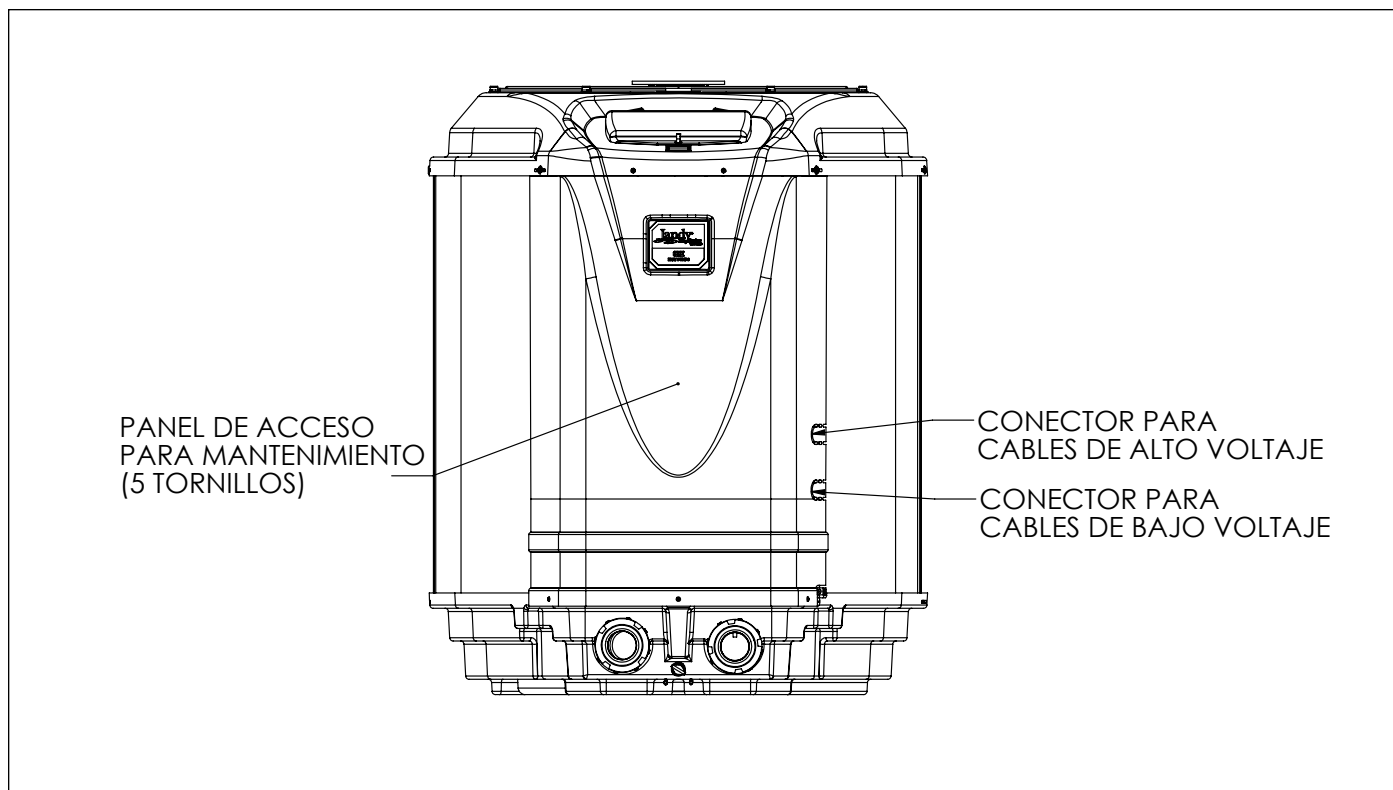

Figura 10. Vista delantera de la bomba de calor Jandy Pro serie JE
2. Retire los cinco (5) tornillos que sujetan el panel de servicio/acceso a la unidad de la bomba de calor (vea la Figura 10).
4. Las líneas de suministro eléctrico deben tenderse a través de conductos impermeables. Coloque los cables y el conducto por el disco removible designado para alto voltaje en el lado derecho de la bomba de calor. Conecte a la parte inferior de la caja terminal de metal laminado. Vea la Figura 10 para conocer la ubicación del disco removible.
2. Retire los tornillos que sujetan el panel de servicio/acceso a la unidad de la bomba de calor y la cubierta de la caja terminal (vea la Figura 10).
3. Tienda los cables desde el sistema de control de la piscina/spa en la conexión del conducto etiquetada "Conexión de Bajo Voltaje", que se ubica en el lado inferior derecho de la bomba de calor (vea la Figura 10).
Retire los tornillos que sujetan el panel de servicio/ acceso a la unidad de la bomba de calor y la cubierta de la caja terminal (vea la Figura 10).
3. Tienda los cables desde el sistema de control de la piscina/spa en la conexión del conducto etiquetada “Conexión de Bajo Voltaje”, que se ubica en el lado inferior derecho de la bomba de calor (vea la Figura 10).
- Retire los cinco (5) tornillos que sujetan el panel frontal a la bomba de calor y retire la cubierta de la caja terminal. Véase la Figura 10.
- Extienda cuatro (4) cables de cobre sólido de 22 AWG en el conducto etiquetado “Conexión de Bajo Voltaje” que se ubica en el lado inferior derecho de la bomba de calor. Véase la Figura 10. Los cables pueden tener hasta 300 pies (91,4 m) de longitud.